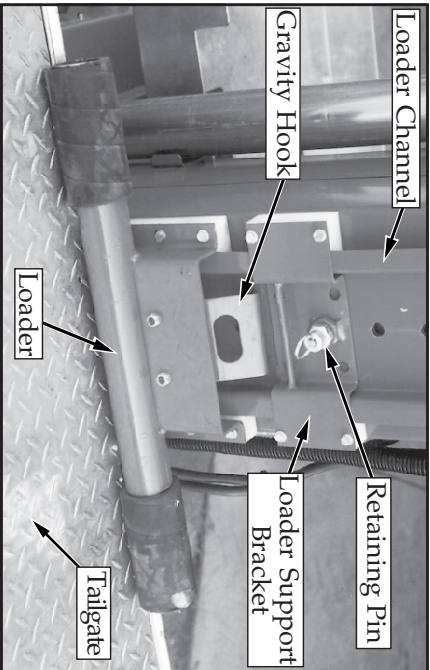

Figure 4: Loader in load position
1. Levante el puntal del soporte del cargador y conecte el pasador de retención al hoyo superior del canal del cargador (fig. 4).
2. Enganche el cargador al puntal de soporte con el gancho por gravedad (fig. 4).
4. Suelte el gancho por gravedad y deslice el cargador hacia abajo hasta que toque la cama del vehículo o la puerta trasera (fig. 4). Luego reubique el puntal del soporte del cargador de modo que el pasador de retención esta en el primer hoyo disponible sobre el cargador.
1. Raise the loader support bracket and engage the retaining pin in the top hole of the loader channel (Figure 4).
2. Secure the loader to the loader support bracket with the gravity hook (Figure 4).
4. Release the gravity hook and slide the loader down until it comes into contact with the vehicle bed or tailgate (Figure 4). Then reposition the loader support bracket so the retaining pin is in the first available hole above the loader.